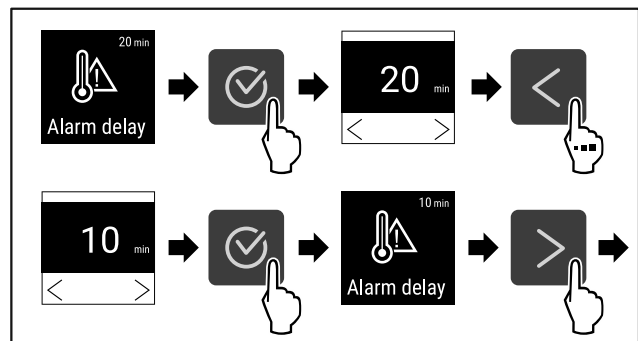

Fig. 133
- ▶ Εκτελέστε τα βήματα ενεργειών (βλέπε Fig. 133).